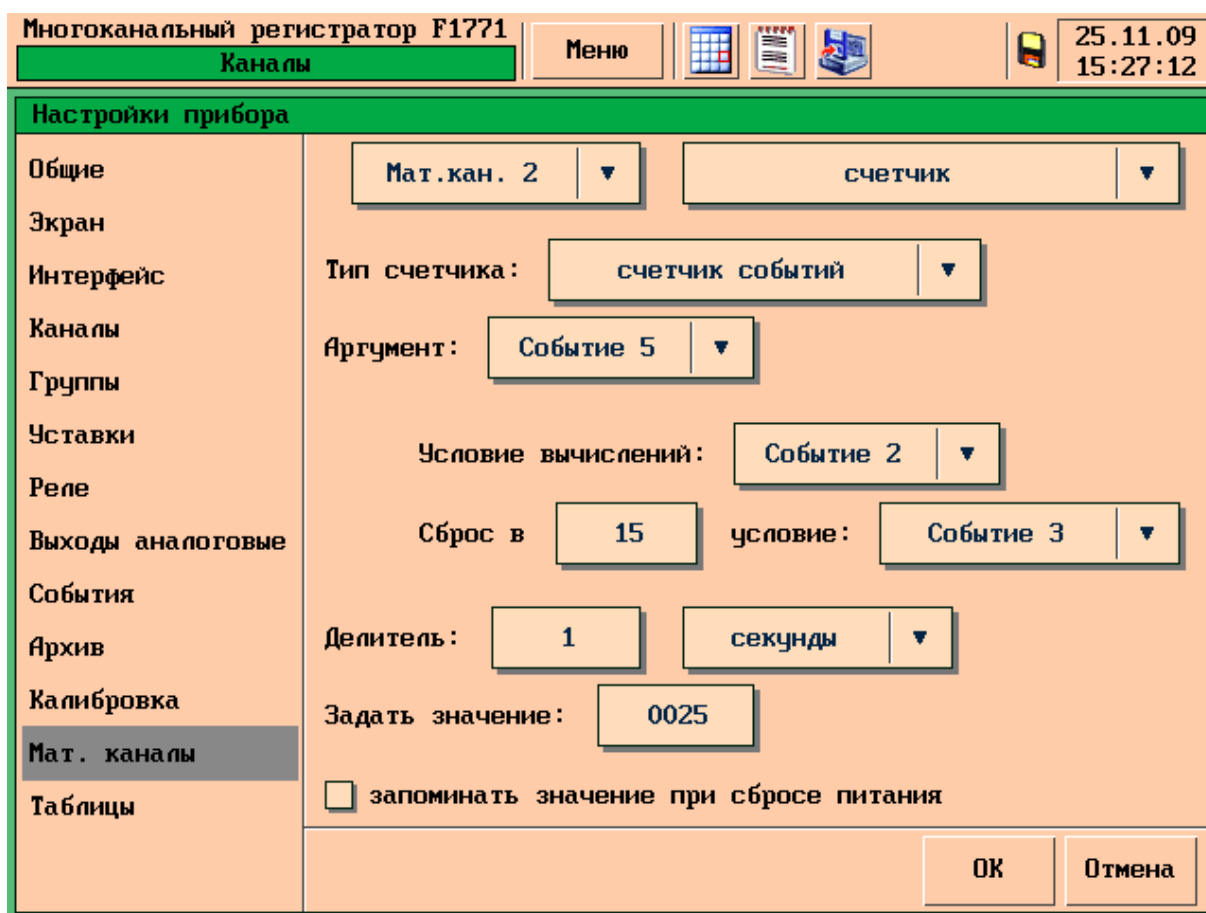

Рисунок 54 – Раздел меню «Мат. каналы» тип «Счётчик», тип счётчика «Счётчик событий»
– «счётчик событий» – в качестве аргумента такого счётчика может выступать любое из 32 событий, см. рисунок 54.
Если установлен тип счётчика «Счётчик событий» (см. рисунок 54), то МК вычисляет время, в течение которого событие, являющееся его аргументом, находилось в состоянии «1». Если событие-аргумент счётчика имеет признак «однократное» (см. 5.9.8), то счётчик будет подсчитывать количество срабатываний события.